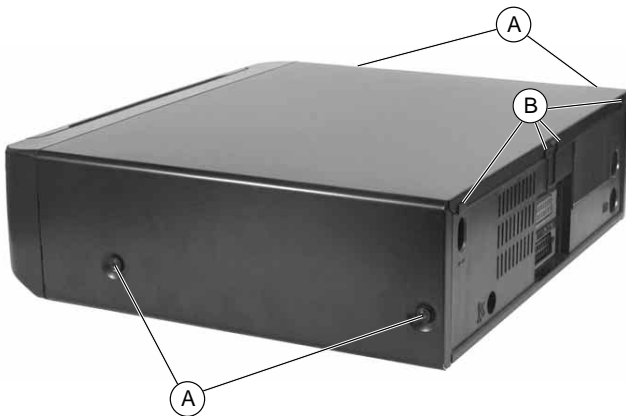

Fig. 1
- 4 Schrauben (A) herausdrehen (Fig. 1).
- Gehäuseoberteil hinten über die 4 Halterungen (B) (Fig. 1) heben und 4cm nach hinten schieben.
Montagehinweis: Das Gehäuseoberteil muß in die 4 Halterungen (B) der Rückwand eintauchen (Fig. 1).
- Undo 4 screws (A) (Fig. 1).
- Lift the cabinet upper part over the 4 holders (B) (Fig. 1) on the back of the cabinet and push the upper part towards the rear by 4cm.
Reassembly: The cabinet upper part must fit into the 4 holders (B) on the back panel (Fig. 1).